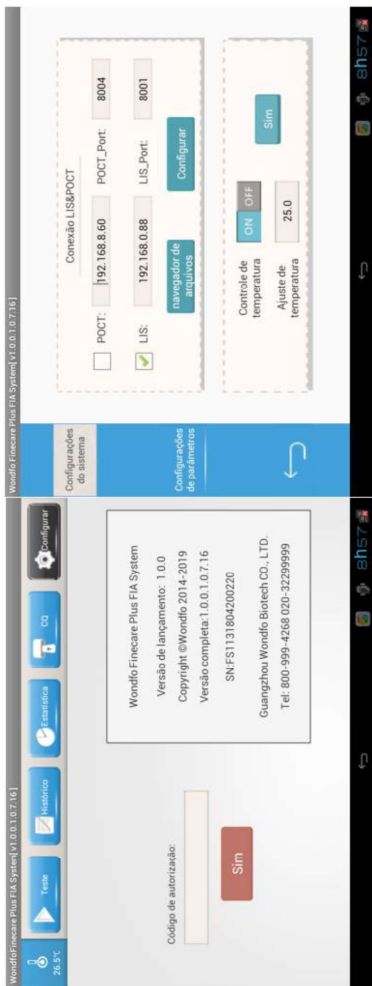

Figura 10 Configuração de rede
5. O limite de temperatura padrão é de 25°C. É recomendado manter ele padrão para evitar perda de desempenho nos testes. Para alterar o valor de controle é preciso apenas alterar o campo de "Ajuste de temperatura", clicar em "Sim" e depois em voltar. Conforme a Figura 10 ilustra.